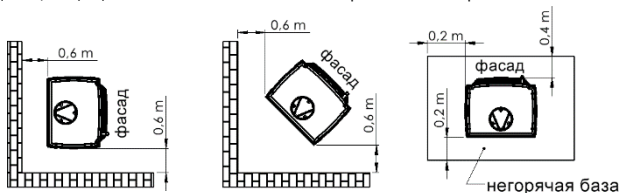

Рис. 2. Безопасное расстояние от печи
- печьку поместить на несгораемой поверхности, которая выходит за пределы печи на мин. 0,4 м, считая от передней части печи, и мин. 0,2 м, считая от боковых и задней стенки печи (см. рис. 2),